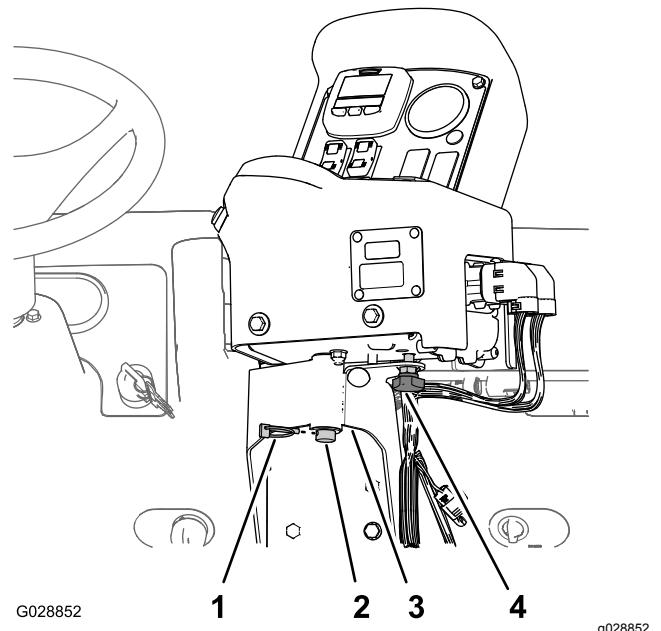

Figura 18
3. Montate la manopola e serratela onde evitare che il quadro ruoti durante l'utilizzo (Figura 18).
2. Montate il quadro di comando sulla staffa di montaggio e fissate il quadro di comando con la coppiglia rimossa in precedenza (Figura 18).